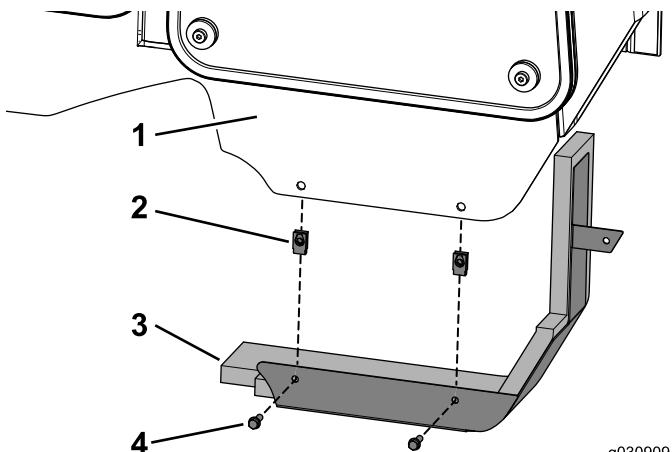

図 29
1. キャブフレームにクリップナット2個を取り付ける図29。
2. パネルアセンブリをキャブに固定するボルト 1/4 x 3/4 インチ2本を使用し 図29に示すように取り付ける。